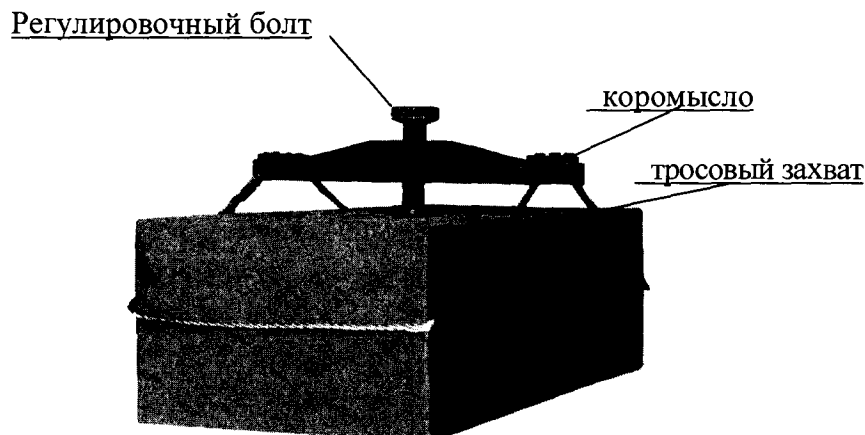

Рисунок 2 – Схема захвата кирпича, подготовленного к испытанию.
2.1.2 Вертикальные швы вокруг испытываемого кирпича расчистить при помощи скребков, не допуская сильных толчков и ударов. Кирпич, подготовленный к испытанию, охватить тросовым захватом по боковым граням, затем тросовый захват подтянуть коромыслом при помощи регулировочного болта-тяги, создавая предварительное натяжение тросового захвата. Схема захвата кирпича приведена на рис. 2.